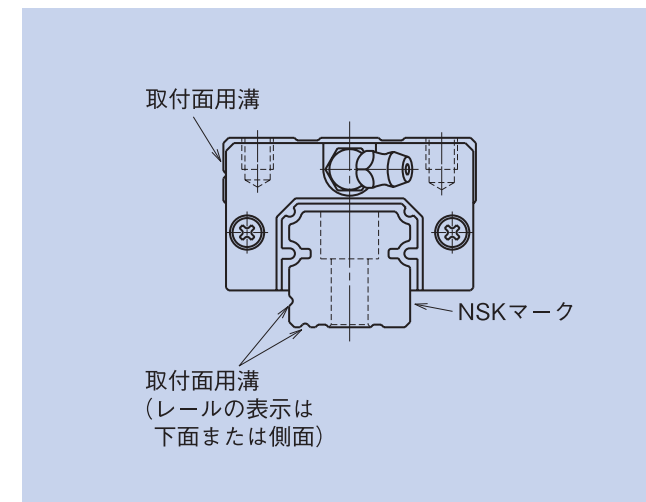

図 9 基準面
- ・NSKリニアガイドにはレール、及びスライダの取付基準面に‘取付面用溝’または‘矢印’を設けています。(図9)